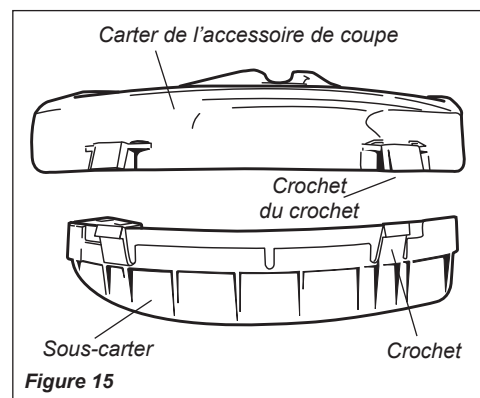

Figure 15
1. Fixer le sous-cartier sur le cartier de l'accessoire de coupe. Voir figure 15.